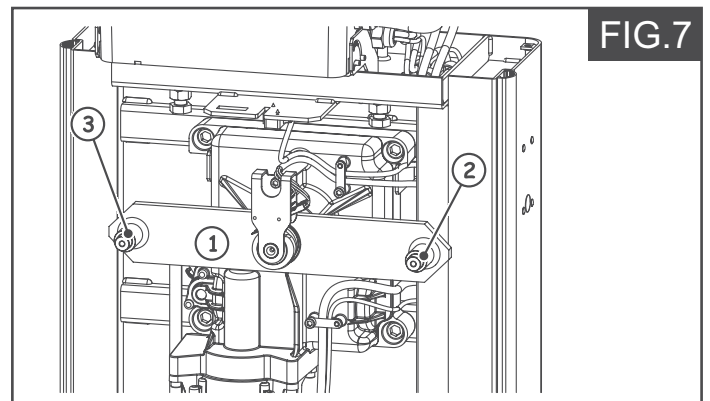

FIG.7
- 8.- Coloque la barra porta-muelle (Fig. 7 Ref. 1), en posición horizontal.
- si el Brazo desciende a la izquierda del armazón el plato debe fijarse en el perno 2 de la (Fig. 7).
- si el Brazo desciende a la derecha del armazón el plato debe fijarse en el perno 3 de la (Fig. 7).